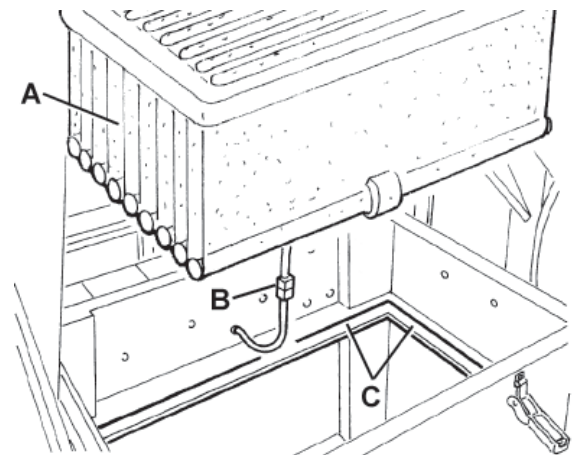

Abbildung 17
7. Stecker (A, Abb. 17) des Filtrerrüttlers trennen und Staubfilter (A) entfernen.
15. Falls erforderlich, die Gummidichtung (C, Abb. 17) vollständig reinigen und auf Schäden überprüfen. Gegebenenfalls austauschen.